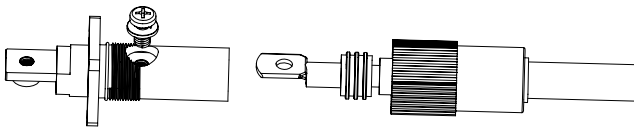

Abb. 3.6
d) Befestigen Sie die Klemme mit einer Schraube (siehe Abb. 3.6).